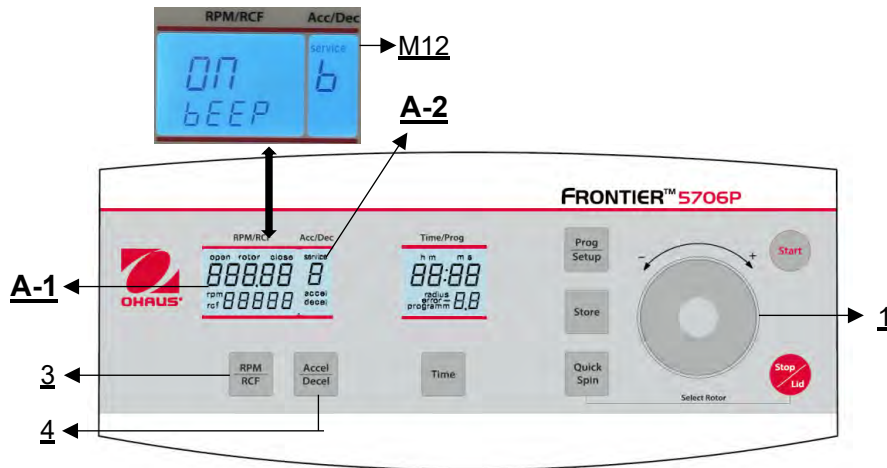

Figure 31
Procéder comme décrit au point 4.1.1 pour entrer dans ce mode de programmation et appuyer ensuite sur la touche **"Accel/Decel"** (4). Sur l'écran **"Acc/Déc"** (A-2), le mot **"Service"** (M12) clignote. Sélectionnez maintenant la lettre **"b"** à l'aide de la molette (1) Le mot **"ON/BEEP "** apparaît alors sur l'écran **"RPM | RCF"** (A-1). Après avoir appuyé sur la touche **"RPM | RCF"** (3), vous pouvez activer ou désactiver le son du clavier à l'aide de la molette (1) (voir figure 31).